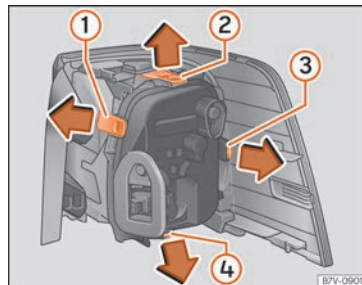

Fig. 116 Fanale posteriore sulla carrozzeria: smontare il portalampada, da ① a ④: linguette di bloccaggio.
8.	Per sbloccare il portalampada, premere le linguette di blocco da » fig. 116 1 a 4 nel senso della freccia.